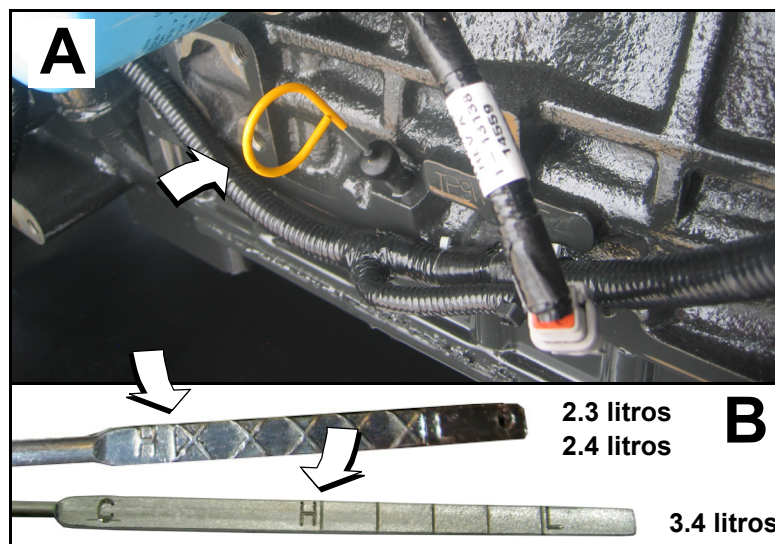

Figura 5-10. Varilla de medición de aceite
1. Retire la varilla de medición y límpiela con un paño limpio. Vea A en la Figura 5-10.
4. Si es necesario, retire la tapa de llenado de aceite y añada aceite lentamente hasta que el nivel se encuentre en la marca "H". Vea B en la Figura 5-10. **NO LLENE EN EXCESO.**